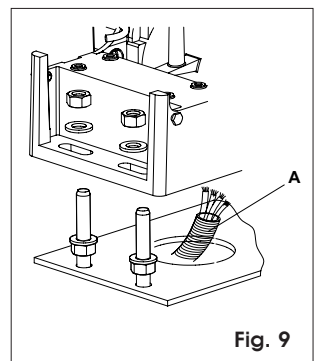

Fig. 9
- 2) Coloque el operador sobre la placa, como en la Fig.9, utilizando las arandelas y tuercas suministradas en dotación.
Durante esta operación haga pasar los cables a través de la específica ranura situada en el cuerpo reductor del operador (Fig.9 ref.A).